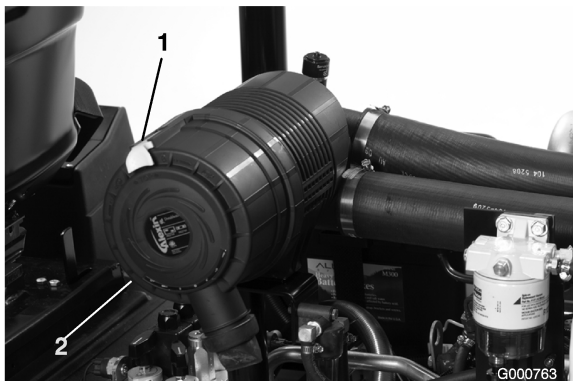

Figura 39
1. Puxe o trinco para fora e rode a cobertura do filtro de ar no sentido contrário ao dos ponteiros do relógio (Figura 39).